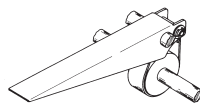

Fig. 3
3. Lock the handle in place by pushing it down to the fully horizontal position in FIG. 3. The brake assembly will now stay in place and is ready to use.
3. Den Griff in Stellung arretieren, indem er ganz in die horizontale Stellung (ABB. 3) gedrückt wird. Die Bremsenhebel bleibt jetzt in Stellung und ist betriebsbereit.
3. Bloccare la manovella in posizione spingendola verso il basso fino a raggiungere la posizione orizzontale illustrata nella FIG. 3. Il gruppo del freno è ora in posizione ed è pronto all'uso.
3. Trave a alavanca no lugar empurrando-a para baixo até a posição completamente horizontal mostrada na FIG. 3. O conjunto do travão está posicionado e pronto para ser usado.
3. Asegure la posición de la manivela empujándola hasta que esté en posición totalmente horizontal como se muestra en la FIG. 3. El mecanismo de frenos ahora permanecerá en posición y está listo para ponerse en uso.
3. Lås handtaget genom att trycka ner det till den helt horisontella positionen i FIG. 3. Bromsenheten sitter nu fast och är färdig för användning.
3. Lås håndtaget på plads ved at trykke det ned i den helt vandrette stilling, der er vist i FIG. 3. Bremsen vil nu forblive på plads og er klar til brug.
3. Lås håndtaket på plass ved å skyve det helt ned i vannrett stilling, FIG.3. Bremseenheten sitter nå på plass, klar til bruk.
3. Vergrendel de kruk op zijn plaats door hem omlaag te drukken tot de volledig horizontale stand zoals in AFB. 3. De remeenheid blijft nu op zijn plaats en is klaar voor gebruik.
3. Bloquer la poignée en place en la poussant vers le bas jusqu'à la position pleinement horizontale, comme illustré à la FIG. 3. L'ensemble de frein restera maintenant en place et est prêt à usage.